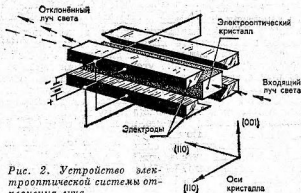

Рис. 2. Устройство электрооптической системы отклонения луча.
родное электрическое поле, создаваемое с помощью электродов гиперболической формы. При этом электроды, расположенные по диагонали относительно друг друга, соединяются электрически. В результате возникает составляющая поля, параллельная оси (001) кристалла и изменяющаяся линейно в этом направлении (рис. 2).